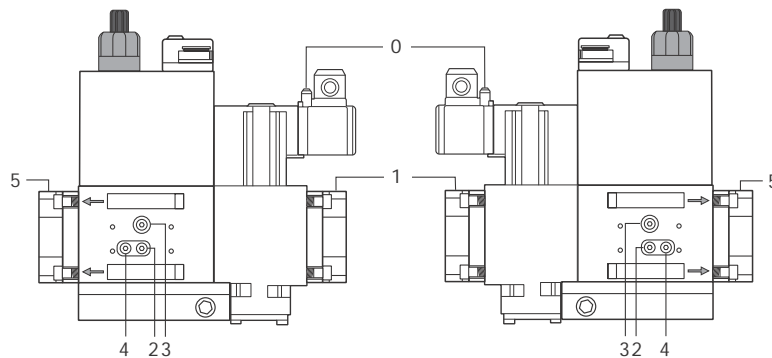
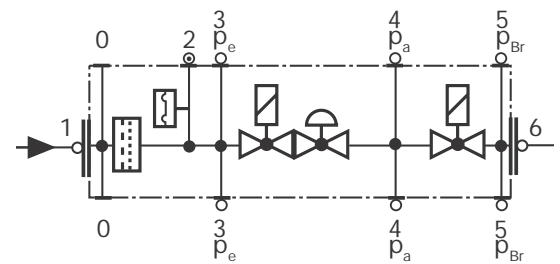

Fig. 36
Fig. 37
- Pulire o sostituire il filtro se la differenza di pressione fra i punti 1 e 2 (Fig. 36-Fig. 37)  $\Delta p > 10$  mbar.